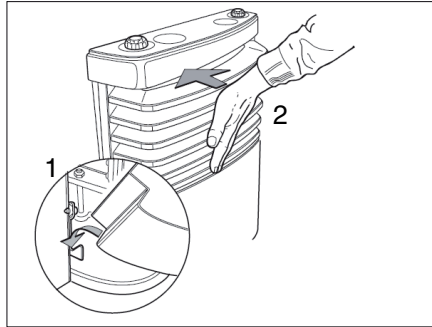

Fig. 106 Colocar el revestimiento de la calefacción
- Montar el revestimiento de la calefacción. Enganchar para esto el revestimiento en el soporte inferior (Fig. 106,1).
- Girar la tapa hacia dentro hasta oír que la palanca de bloqueo engatilla (Fig. 106,2).